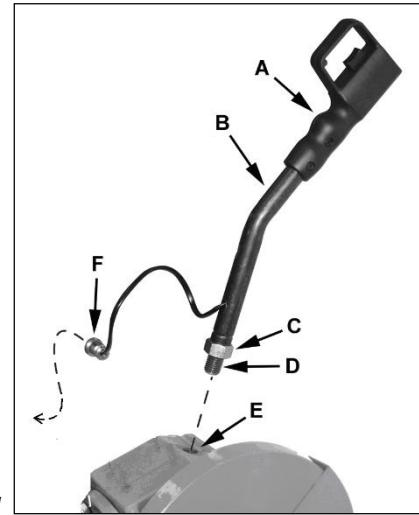

Рис. 1
Завинтите резьбовую часть (D, Рис. 1) управляющей ручки (B) в резьбовое отверстие (E). Закрепите контргайку (C).
Запустить станок можно нажав пальцем пусковую кнопку на управляемой ручке (A, Рис.1).